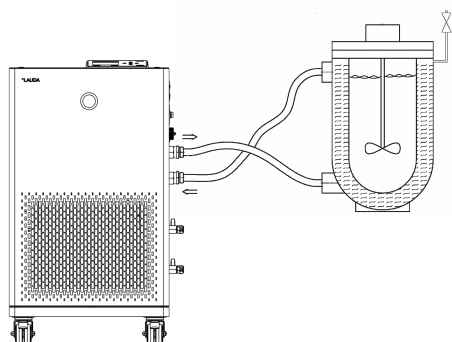

Fig. 33: Aplicación con válvula de purga de aire
- Una válvula de purga de aire Fig. 33 puede facilitar significativamente el proceso de purga de aire. Para esto, abra la válvula periódicamente con cuidado y deje salir el gas/aire hasta que salga líquido de la válvula. Después, vuelva a cerrar la válvula de purga de aire. Recoja el líquido en un recipiente adecuado. Vuelva a accionar la válvula en intervalos regulares hasta que ya no salga aire.